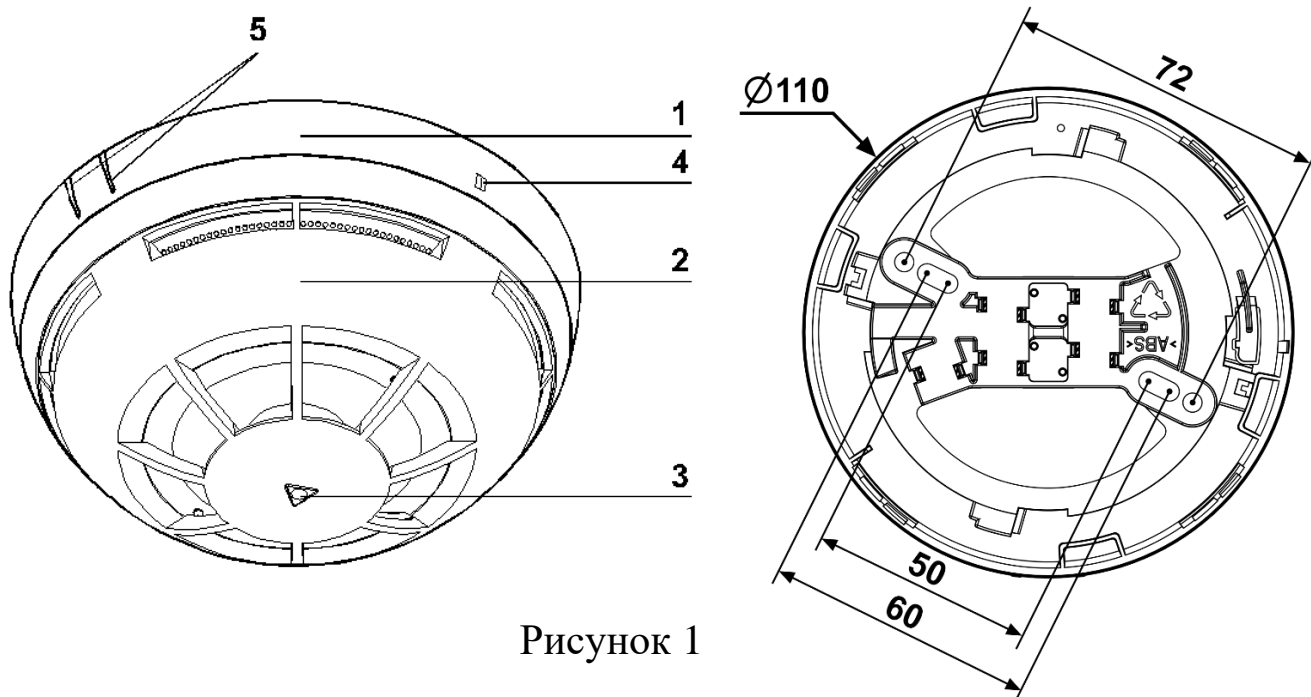

Рисунок 1
6.5 Закрепить базу оповещателя двумя шурупами в месте установки оповещателя. Разметка крепления базы – см. Рисунок 1.
6.7 В конструкции базы предусмотрена возможность защиты от несанкционированного отсоединения оповещателя от базы (см. Рисунок 1). Если после монтажа базы, и установки в нее оповещателя вернуть Шуруп DIN7981 2.2x13 в отверстие в базе, то оповещатель невозможно будет снять без использования дополнительных инструментов. Для отсоединения от базы установленного подобным образом оповещателя необходимо открутить Шуруп DIN7981 2.2x13.